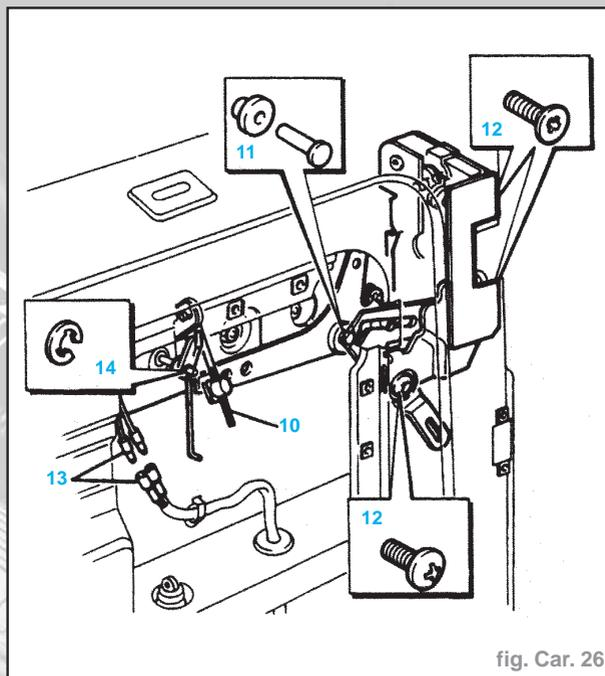
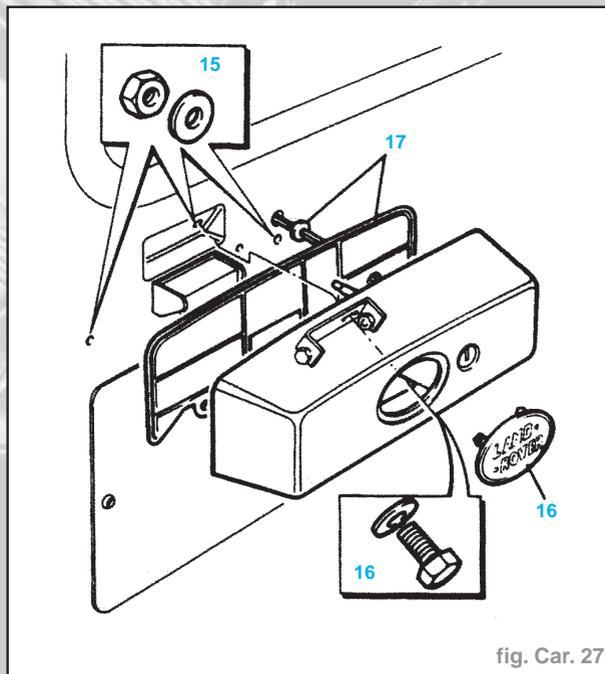

fig. Car. 26
fig. Car. 27
- Si le véhicule en est équipé, retirer la biellette de déclenchement de verrouillage central du mécanisme de contrôle et du levier intérieur en Y (5).
- Déposer les vis maintenant la patte de montage du pivot du mécanisme de commande de serrure ainsi que la patte du tirage de porte, dégager la patte de la tige du barillet de serrure et la retirer de la porte (8).
- Déposer les deux vis et retirer le vérin de sécurité enfants (9).
- Dégager la biellette de serrure réglable du levier extérieur en Y (10) (Fig. Car. 26).
- Déposer la goupille centrale du pivot de levier extérieur en Y et dégager le pivot de la porte (11).
- Déposer les trois vis de fixation du mécanisme de serrure et manoeuvrer la serrure et le levier en Y de façon à les extraire des panneaux de porte (12).
- Débrancher les fils de feu de plaque d'immatriculation du faisceau de porte (13).
- Déposer le collier en E maintenant le pivot à la tige de barillet et retirer pivot et biellette de serrure (14).
- De l'intérieur du panneau de porte, déposer les écrous et rondelles retenant le boîtier de barillet de serrure et d'éclairage de plaque d'immatriculation (15) (Fig. Car. 27).